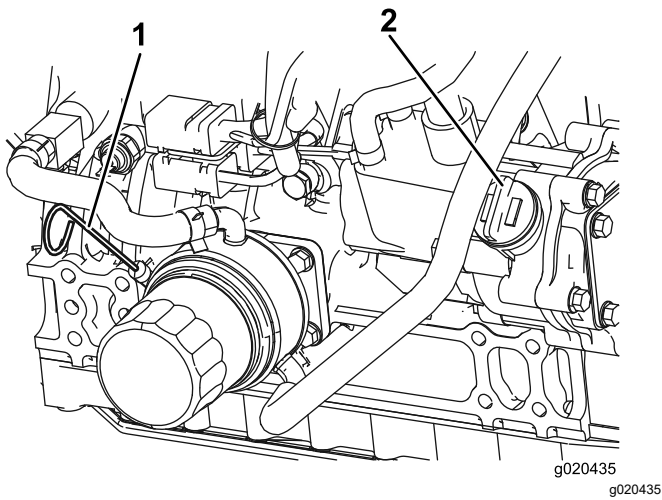

Bild 88
Der Ölstand sollte im sicheren Bereich liegen (Bild 88).
4. Wenn der Ölstand unter dem sicheren Bereich liegt, nehmen Sie den Fülldeckel ab (Bild 88) und gießen Sie genug Öl ein, um den Ölstand bis zur VOLL-Markierung anzuheben.